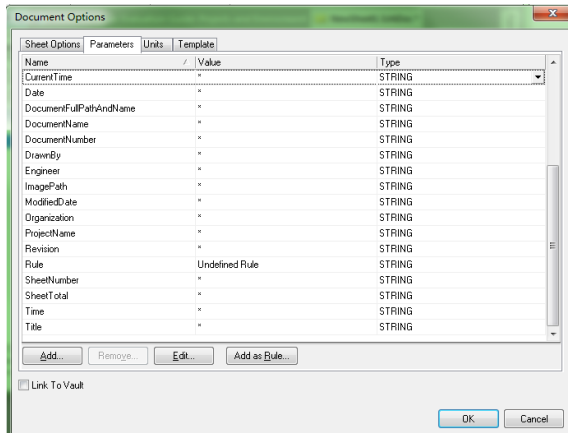

图 2.21
**Step 1** 在 Document Options(文档选项)对话框中选择 Parameters(参数)选项卡,即可进行图纸设计信息的具体设置,如图 2.21 所示。